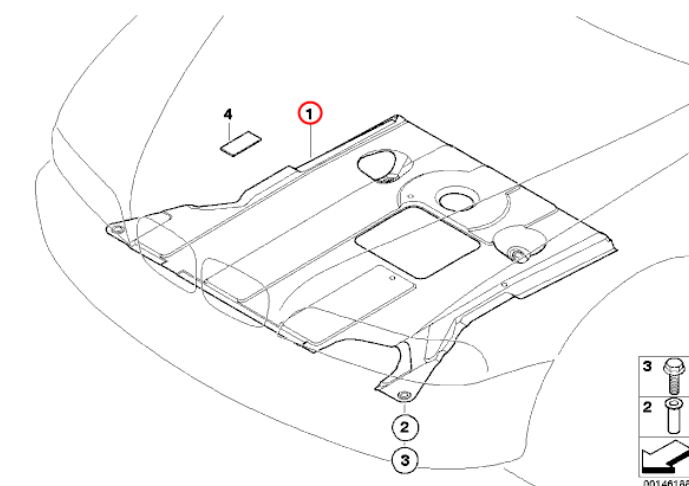

Abbildung 5
11. Demontage Aggregatunterschutz (Abb. 5, Pos.1)